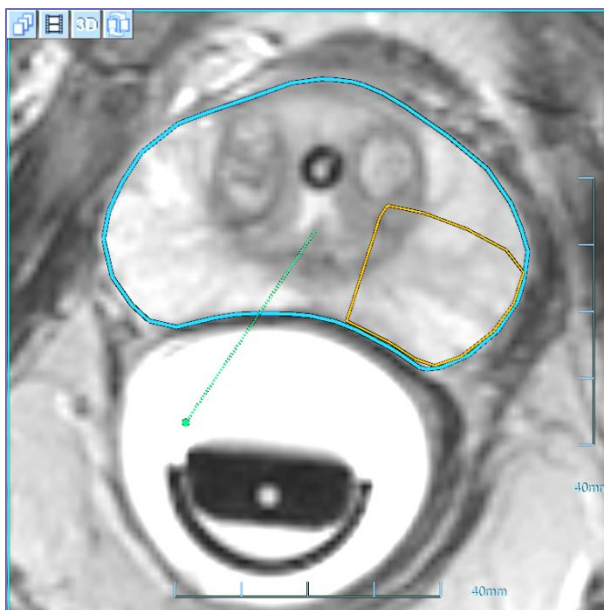

Figura 6-10: Procedura di trasferimento del dosaggio
2. Esaminare attentamente i volumi della **capsula prostatica** e della **ROT**. Trascinare e ruotare ciascuno di essi per ottenere il miglior adattamento possibile all'anatomia, come dimostrato nelle nuove immagini di Planning. La rotazione può essere raggiunta con un clic e l'azione del trascinamento del manico (vedere la Figura 6-10).